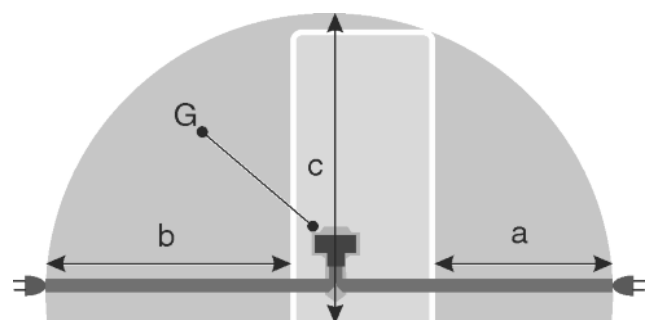

Fig. 22
- Steckdose liegt außerhalb des Geräterückseitenbereichs im gegebenen Bereich Fig. 22 (a, b, c).
- ▶ Gerätestecker *Fig. 22 (G)* auf der Rückseite des Gerätes einstecken. Auf richtiges Einrasten achten.